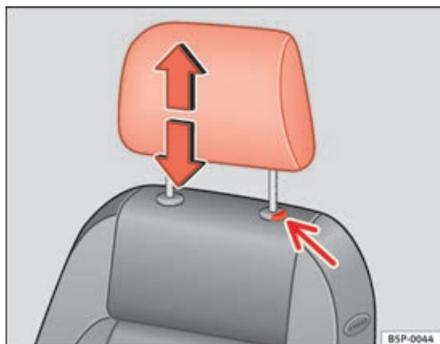

Fig. 74 Poggiatesta:
- Premere il tasto ⇒ fig. 74 (freccia).